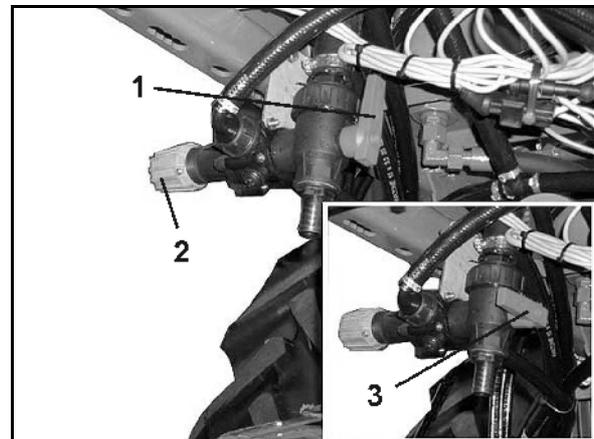

Fig. 68
- el grifo de conmutación DUS (Fig. 68/1).
- la válvula limitadora de presión DUS (Fig. 68/2). La válvula limitadora de presión DUS está ajustada fijamente de fábrica reduciendo la presión en el sistema de circulación forzada a 1 bar.
El sistema de circulación forzada está conectado, si el grifo de conmutación DUS se encuentra en la posición (Fig. 68/1).
El sistema de circulación forzada está desconectado, si el grifo de conmutación DUS se encuentra en la posición (Fig. 68/3).